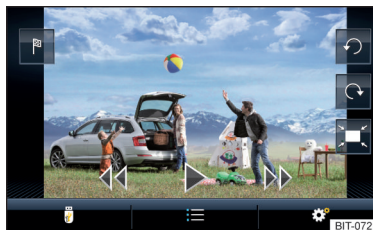

Abb. 194
- › Die Funktionsfläche » **Abb. 194** im Bild antippen, es wird ein Menü mit der Option, die Zielführung zu starten, geöffnet.